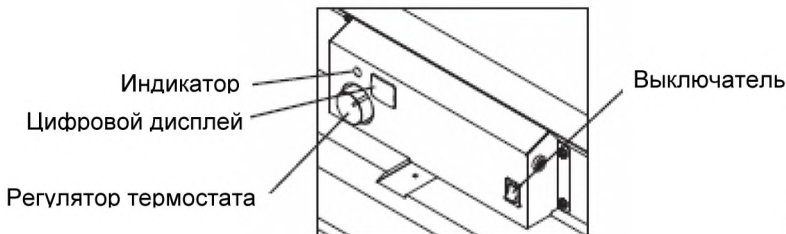

Рис. 8
3. Установите нужную температуру регулятором термостата (рис. 8);
1. Переведите выключатель пушки в положение «Выкл.» (рис. 8).